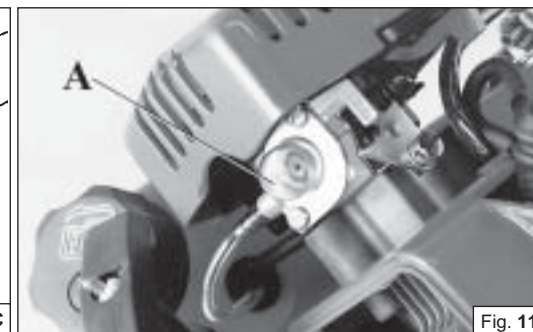

Fig. 11
Caricare il carburatore premendo il bulbo (A, Fig. 11). **LAV** - Tirare la leva acceleratore (B) e bloccarla in semi-accelerazione portando l'interruttore (A, Fig. 12 B) in posizione "START"; rilasciare la leva (B).
Remplir le carburateur en agissant sur la pompe (A, Fig. 11). **LAV** - Tirez le levier de l'accélérateur (B) et mettez l'interrupteur (A, Fig. 12 B) sur START pour bloquer en demi-accelération; puis relâchez le levier (B).
Fill the carburetor by pushing primer bulb (A, Fig. 11).
Drücken Sie Starterpumpe (A, Abb. 11).
Cebat el carburador pulsando la burbuja transparente (A, Fig. 11).
Vul de carburateur door te drukken op de vlotterbalg (A, Fig. 11).
Encher o carburador com gasolina pressionando o bulbo (A, Fig. 11).